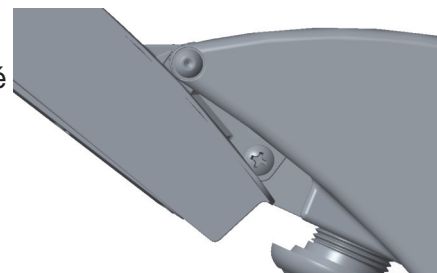

Fig. 3
3. Inclinez la tête à l'angle désiré (15 °, 30 ° ou 45 °). Les trous dans les deux supports centraux doivent s'aligner en fonction de l'angle que l'on cherche à obtenir. Verrouillez la tête avec la vis Philips incluse (**Figure 3**). Il est recommandé d'utiliser un long tournevis cruciforme (au moins de 8 po de la base) et d'entrer par le côté du luminaire pour le serrage de la vis.